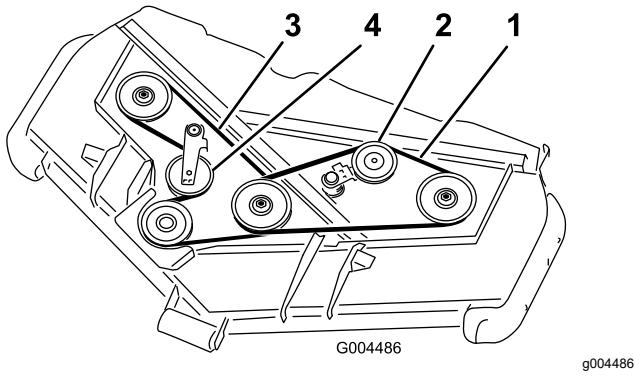

Bild 20
3. Schieben Sie mit einem Stemmeisen die Spannscheibe für den oberen Riemen (**Bild 20**) vom oberen Treibriemen, um die Riemenspannung zu lösen, sodass der Riemen von den Scheiben rutschen kann.
4. Verlegen Sie einen neuen Riemen um die Getriebescheibe, die unteren Spindelscheiben und die Spannscheibe, siehe **Bild 20**.
5. Verlegen Sie einen neuen Riemen um die oberen Spindelscheiben und die Spannscheibe, siehe (**Bild 20**).